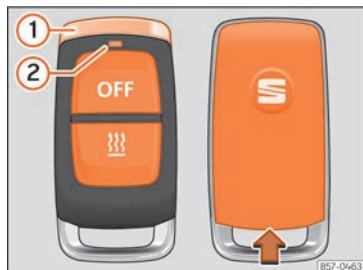

Fig. 93 Calefacción independiente: mando a distancia por radiofrecuencia.
Cuando se pulsan las teclas, el LED del mando a distancia >>> **fig. 93** ② proporciona al usuario diversa información:
- Sujetar el mando a distancia con el pasador cromado » fig. 93 ① en posición vertical hacia arriba.
• Introduzca una herramienta adecuada, p. ej. un destornillador, en el sentido de la flecha en la hendidura de la carcasa del mando a distancia » fig. 93.
• Desplace la tapa en el sentido contrario al de la flecha hasta que encaje » fig. 93.